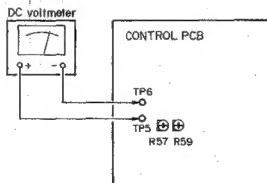

Fig. 4-9 Photo sensor adjustment (1)
1. Connect DC voltmeter as shown in Fig.4-9.
1. DC 電圧計を Fig.4-9 のように接続する。